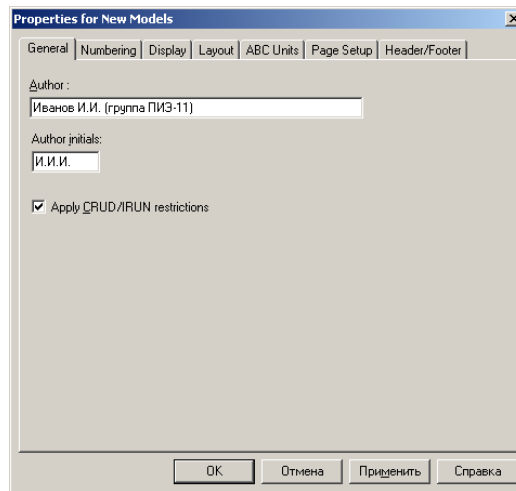

Рисунок 3 – Ввод имени автора модели и его инициалов
4.3 В открывшемся диалоговом окне **Properties for New Models** (Свойства новой модели) (рисунок 3) введите в текстовое поле **Author** (Автор) имя автора модели и в текстовое поле **Author initials** его инициалы; нажмите последовательно кнопки **Apply** и **OK**.